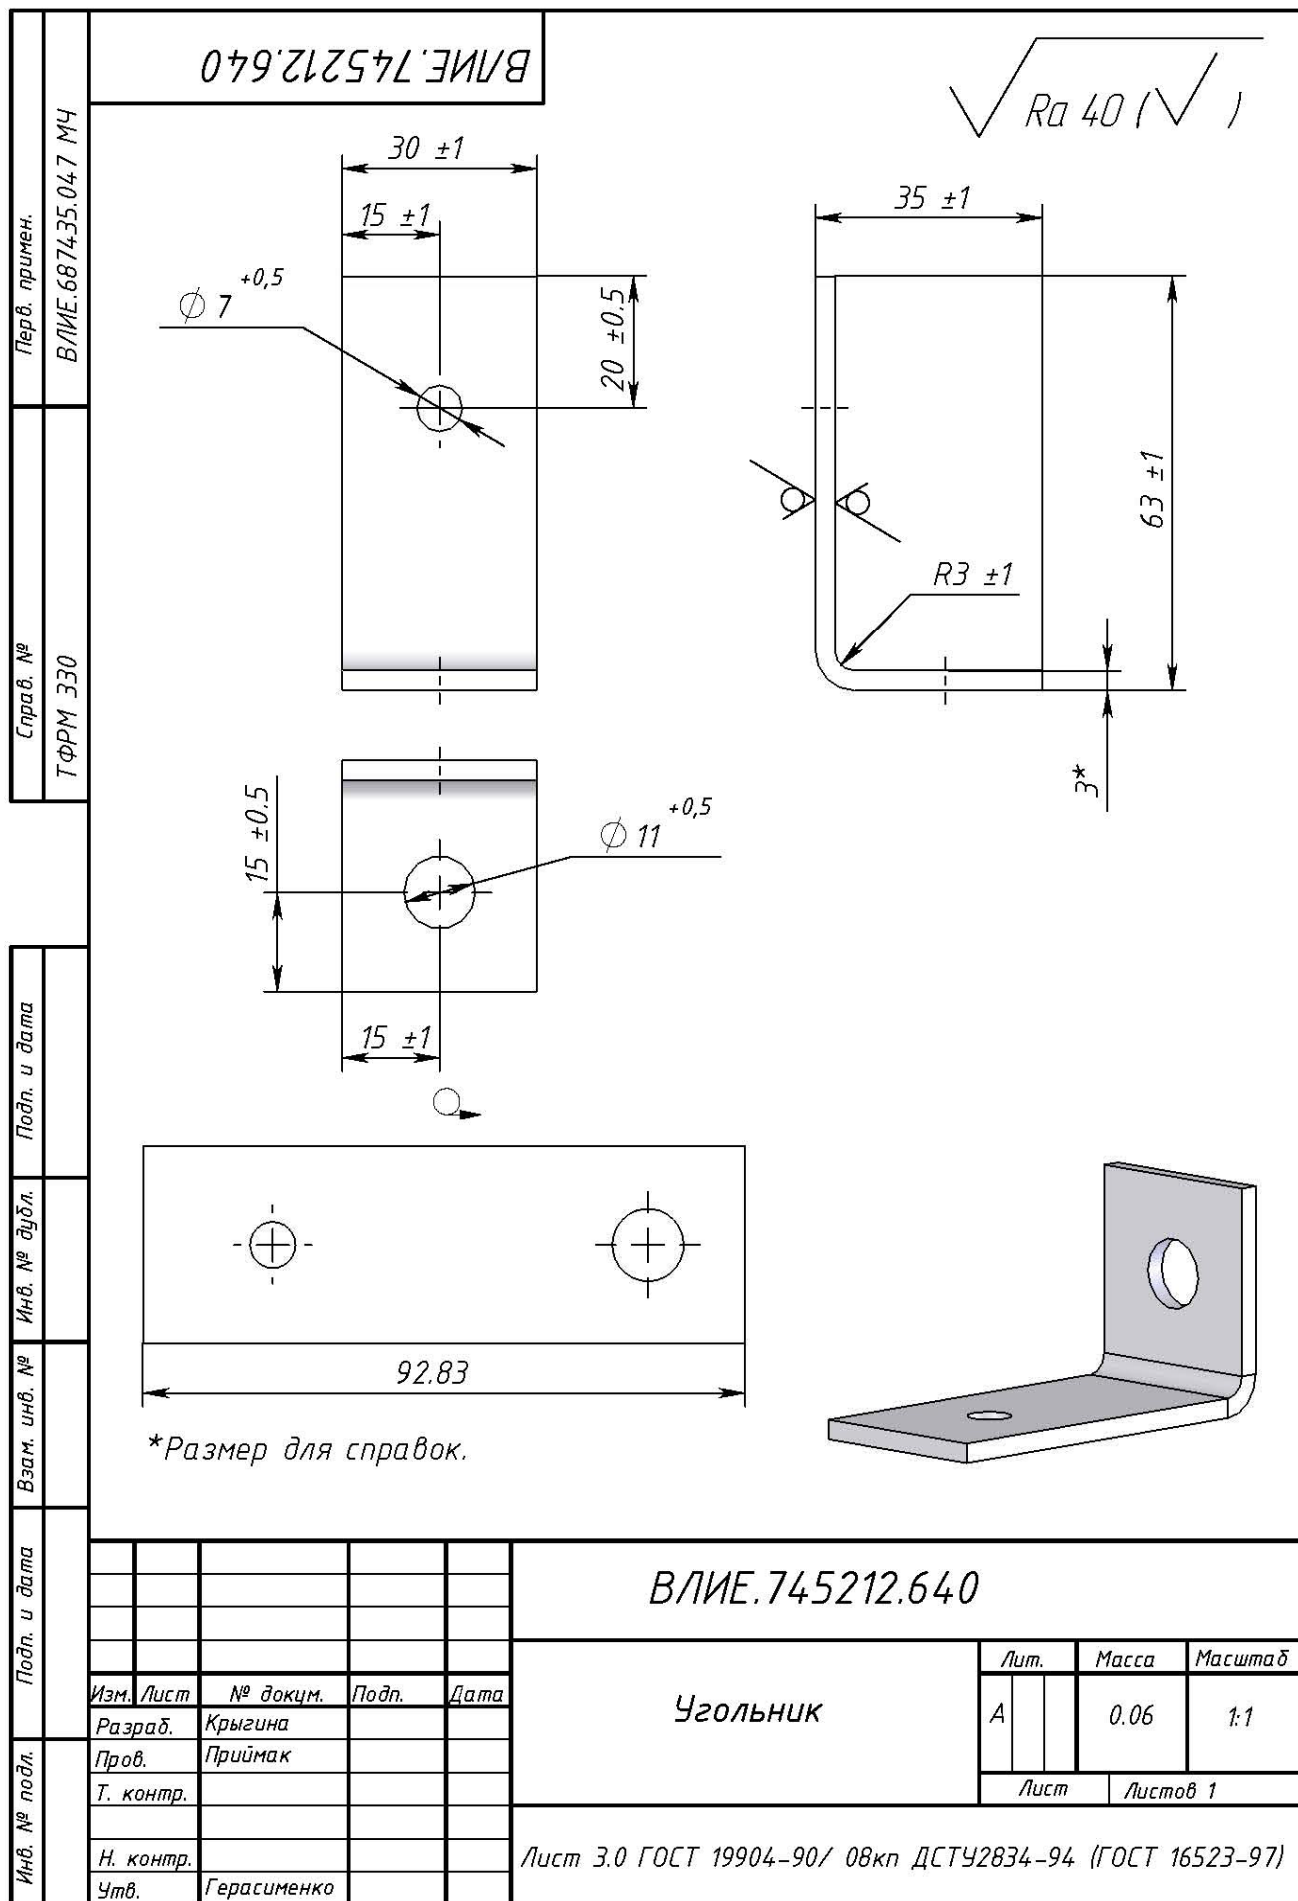

Рис. 4 – Чертеж угольника ВЛИЕ.745212.640
3.1 Подготовить необходимые для работы оборудование и инструменты, указанные в разделе 2, а также ограничитель перенапряжения ОПН-П-0,66/2,5 УХЛ1 (далее ОПН, см. рис.3, табл.1), угольник ВЛИЕ.745212.640 (далее угольник, см. рис.4) и перемычку ВЛИЕ.685621.097 (см. рис.5, 6, 7, 8) для ТФРМ-330 и ТФРМ-750 или перемычку ВЛИЕ.685621.097-01 (далее перемычку) для ТФРМ-500.